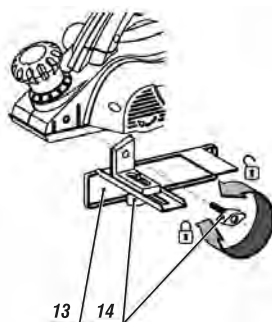

fig 1. - ajuste da guia lateral
Para instalar a guia lateral (13) encaixe a guia no canal lateral e fixe-a com o parafuso (14), conforme a fig. 1.